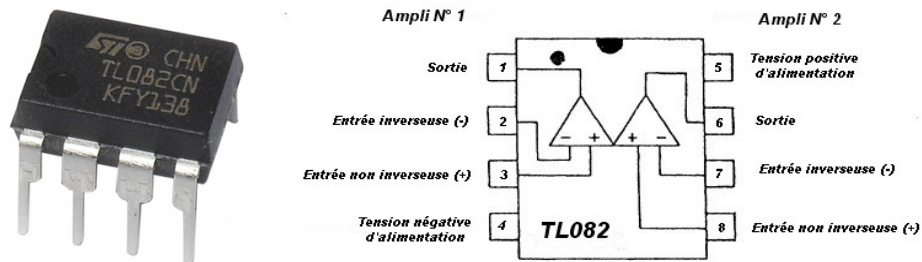

Figure 2 : Amplificateur opérationnel TL082 en boîtier DIP 8 et représentation de son brochage
- L'amplificateur opérationnel : TL082 (Figure 2),